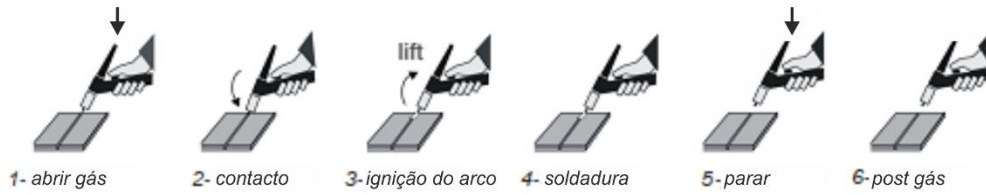

Fig.9
* 2T - Quando o gatilho da tocha é pressionado, o gás começa a fluir (PREGAS) até que o soldador faça a ignição pelo LIFTIG (ver Fig. 9) e o arco é estabelecido. A corrente sobe de acordo com o tempo de UPSLOPE para o valor ajustado de I2. Quando o gatilho da tocha é libertado, a corrente diminui de acordo com o valor de ajuste de DOWNSLOPE, o arco se extingue e o tempo do POST GAS começa.
** 4T - Quando o gatilho da tocha é pressionado, o gás começa a fluir (PREGAS) até que o soldador faça a ignição pelo LIFTIG (ver Fig. 9) e o arco é estabelecido. Pode libertar o gatilho. A corrente sobe de acordo com o tempo de UPSLOPE para o valor ajustado de I2. Quando o gatilho da tocha é pressionado, a corrente diminui de acordo com o tempo ajustado de DOWNSLOPE, o arco se extingue e o tempo do POST GAS começa.